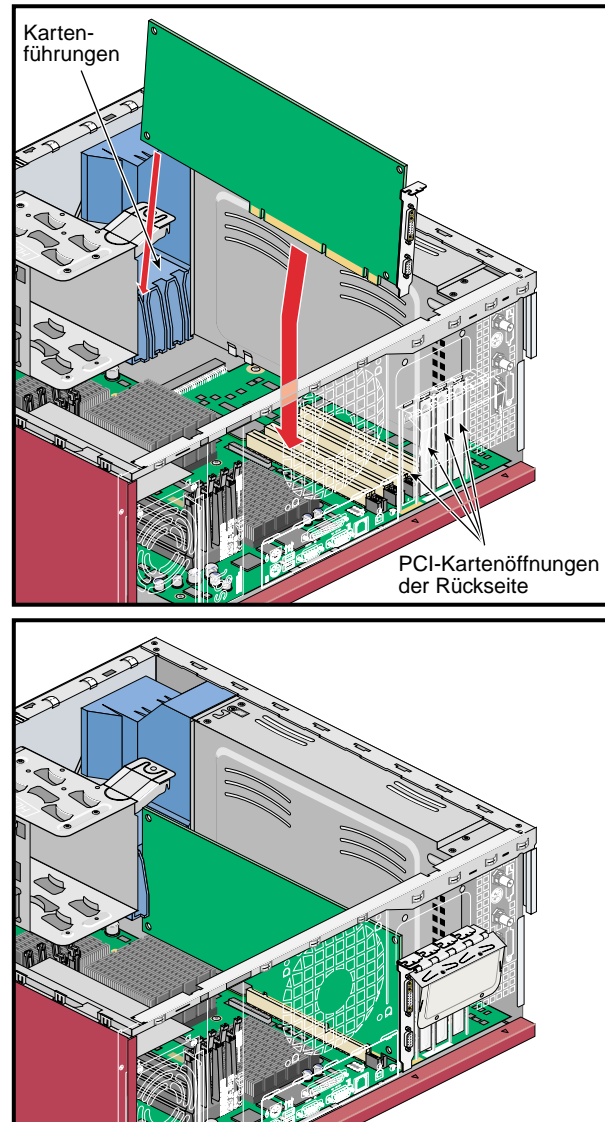

Abbildung 4-26 Installieren der PCI-Karte
2. Richten Sie die PCI-Karte an dem PCI-Steckplatz aus. Setzen Sie die PCI-Karte anschließend in das Gehäuse ein. Halten Sie Karte dabei so, dass das Anschlussende ein wenig nach unten geneigt ist. Siehe Abbildung 4-26.
3. Richten Sie den Anschluss an der PCI-Blende aus. Drücken Sie die PCI-Karte dann kräftig nach unten, bis sie fest in dem PCI-Steckplatz sitzt. Siehe Abbildung 4-26.